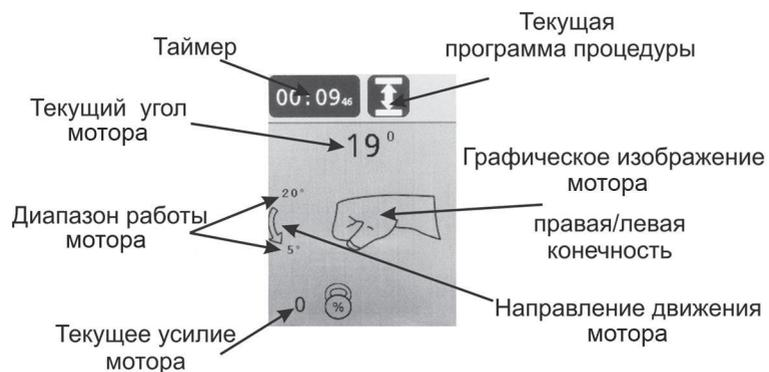

Рисунок 5.3 – Дисплей режима выполнения процедуры
5.1. Дисплей режима выполнения процедуры (см. рис. 5.3).
- В зоне А: заданный пользователем диапазон работы, текущее положение (угол) в градусах (аналогично рис. 5.3) для механизма, а также меню его установок.
Запуск процедуры осуществляется кнопкой . Запуск возможен только когда отображается основной экран, при этом дисплей переходит в режим выполнения процедуры (см. рис. 5.3).